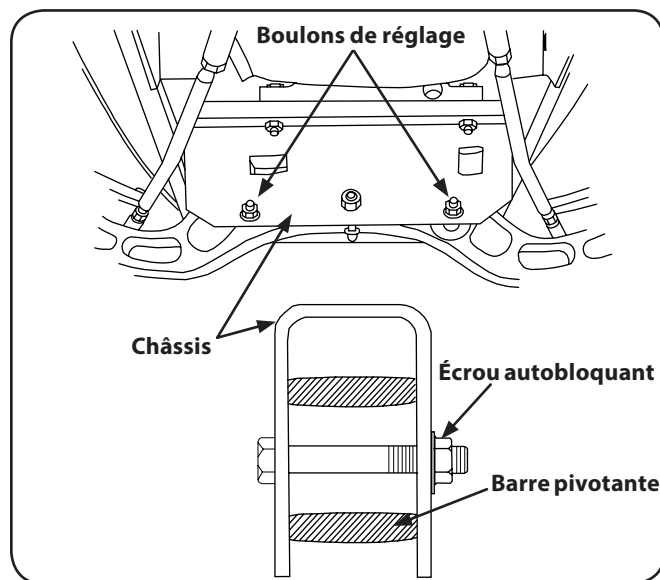

Figure 6-12
2. Déplacez les extrémités de la barre pivotante vers le haut et vers le bas afin de vérifier s'il y a un coincement. En cas de coincement, desserrez les écrous autobloquants. Voir Figure 6-12.